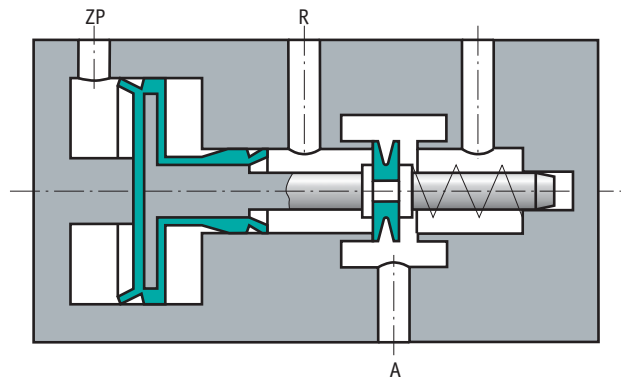

FIGURA 6. Distribuidor neumático 3/2.
- La válvula de paso de la Figura 6 está provista de dos elementos estanqueizantes de doble efecto: un émbolo diferencial y un anillo U. El émbolo diferencial se compone de un cuerpo base de plástico recubierto de un elastómero inyectado. Debido a la alta carga dinámica a la que está sometido constantemente, el anillo en U debe fabricarse en un material elástico con una buena resistencia mecánica, y con muy buen comportamiento al rozamiento. En estos casos se emplean poliuretanos especiales.